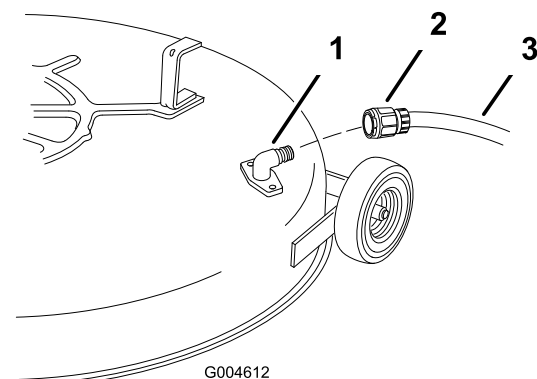

Figura 47
5. Conecte el acoplamiento al extremo del conector de lavado del cortacésped, y abra el grifo al máximo (Figura 47).